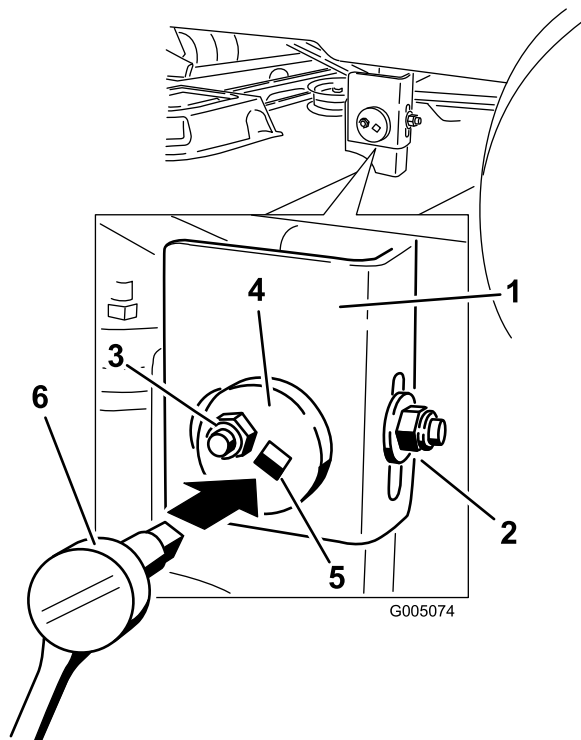

Figura 48
6. Mueva al lado izquierdo de la máquina. Afloje, pero no retire, la tuerca de bloqueo trasera de la barra de soporte (Figura 48).
excéntrica (Figura 48). Utilice una llave de extensión de 3/8 pulgada de una llave de tubo para manipular la placa excéntrica. Utilice la llave para ajustar la altura de la plataforma del cortacésped a la altura deseada.
8. Cuando la plataforma esté en la posición deseada, apriete la tuerca de bloqueo lateral de la barra de soporte para fijar la posición nueva (Figura 48). Apriete la tuerca de bloqueo trasera de la barra de soporte.